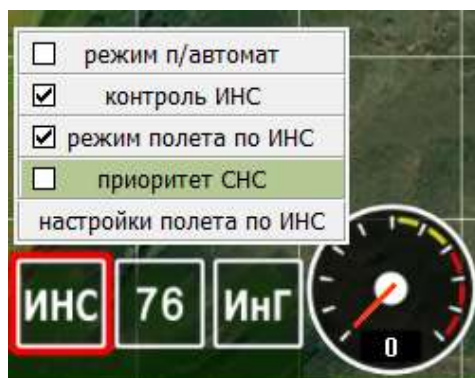

Рисунок 96 – Меню управления ИНС
– кнопка «ИНС» (Рисунок 95 поз. 10) открывает дополнительное окно (Рисунок 96) управления и настройки режима полета по ИНС.